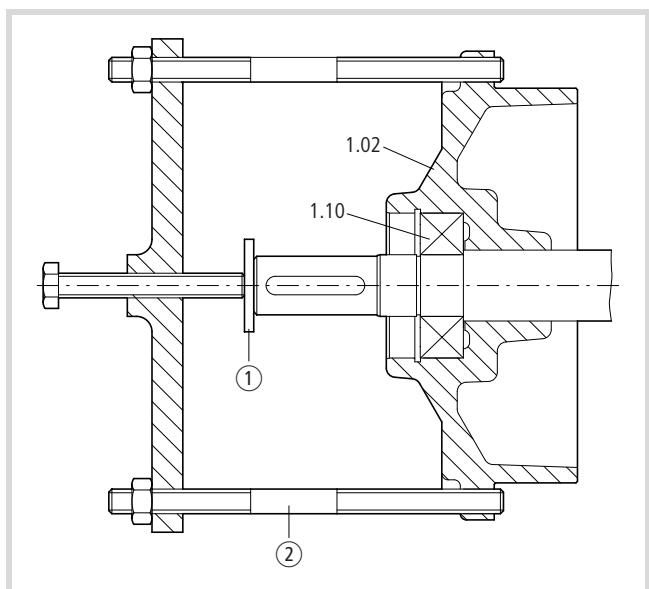

Figure 9 : Retrait du flasque AV (1.02) et du palier AV (1.10) de l'arbre
- Sortez le flasque AV (1.02) et le palier AV (1.10) de l'arbre à l'aide d'un dispositif d'extraction (→ fig. 9).